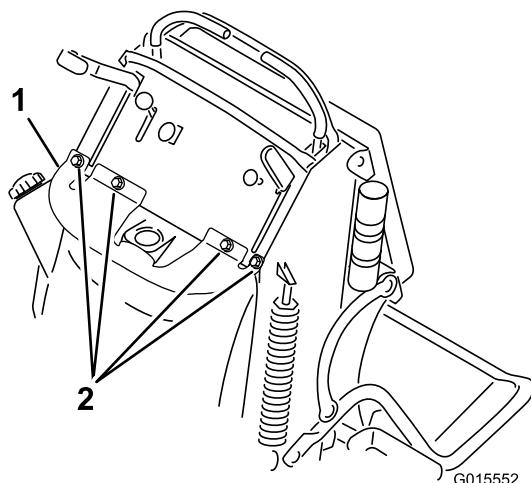

Figura 2
6. Retire os 4 parafusos que prendem o suporte na parte superior do depósito de combustível (Figura 2).